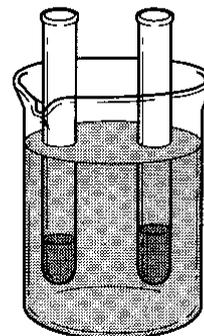

図 5 操作 4
4. 試験管 C と D を、ときどき振り混ぜながら、約 70° C のお湯の中に 10 分ほど浸す。においの変化に気をつけて観察する (図 5)。